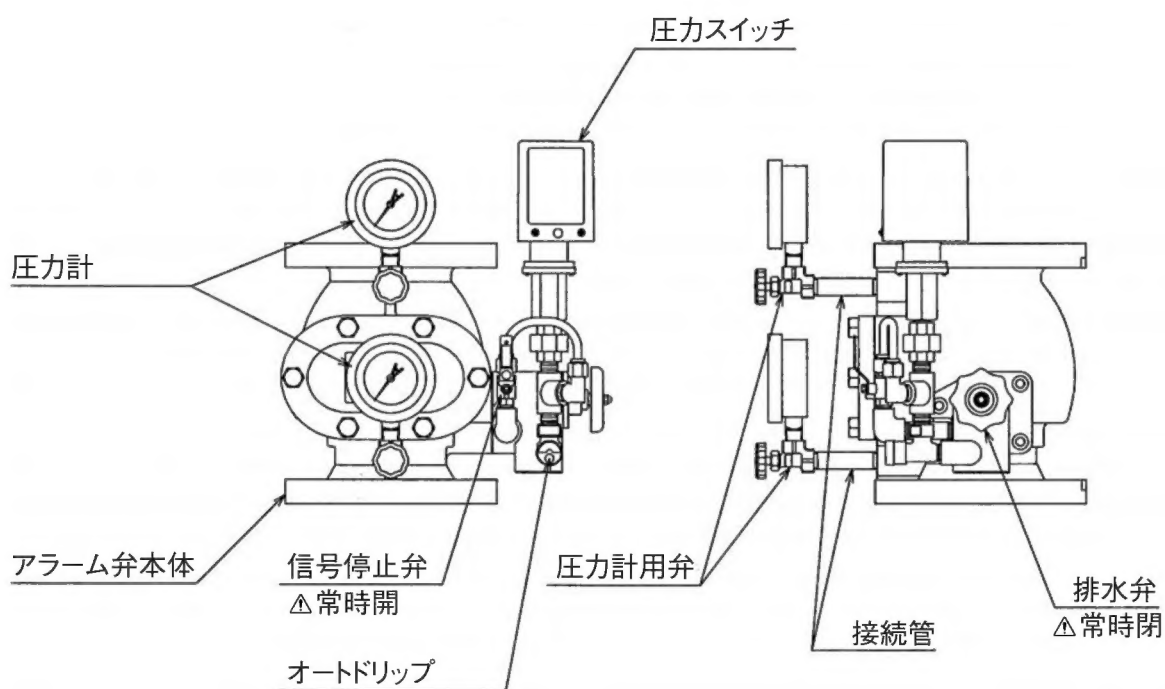
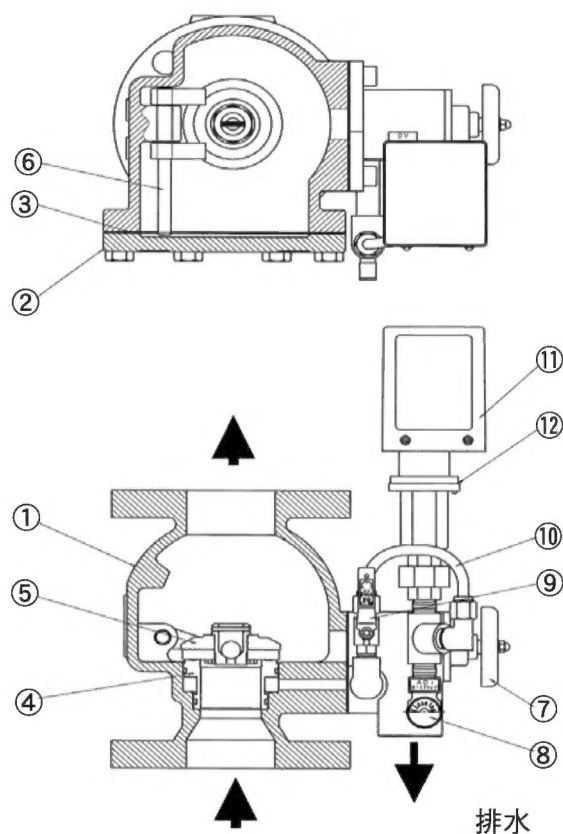

図1.アラーム弁詳細図
図2.アラーム弁の各部の名称
⑥アラーム弁本体（排水弁付）を設備配管に設置してから、圧力スイッチを取り付けてください。（圧力スイッチの取り付け向きは2ページの図1.アラーム弁詳細図を参照してください。）
⑦取り付けの際、メンテナンス性を考慮したスペースを確保してください。
⑧アラーム弁及び圧力スイッチを足場代わりにしないでください。
⑨配管内圧力監視用圧力タンクの圧力低下時の加圧用に、補助加圧ポンプを使用する場合は、（アラーム弁の作動流量が圧力スイッチのタイマー遅延時間約20秒を超えて流れると、）圧力スイッチが作動して誤警報が出るおそれがありますので、補助加圧ポンプの出口側に定流量弁（設定流量5L/min）を取り付けてください。
## 5-2 各部の主なはたらき (図1、図2参照)